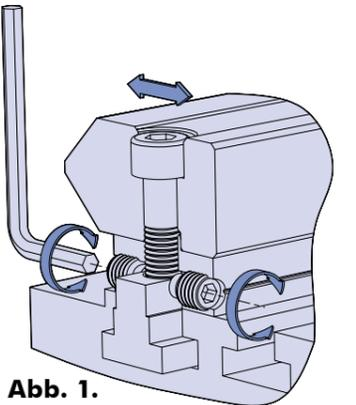

Abb. 1.
- Die Gesamtlänge (L) sollte nach den Längen der Führungs- oder Laufschiene gewählt werden, damit die Endbohrungen 'C' & 'D' übereinstimmen. Verstärkungsschienen sind einteilig bis zu 6026mm erhältlich, größere Längen werden durch mehrteilige, angepasste Stücke erhalten 45.
- Die Verstärkungsschienen HLN werden auf Wunsch mit Einstellschrauben (M8 Ansatz) und Gewindebohrungen nach ISO4028 geliefert. Bohrild 'B' bedeutet, dass die Positionen der Einstellschrauben denen der Befestigungsbohrungen entsprechen, wie in Verbindung mit den Konstruktionsprofilen (wie in Abb. 1) obligatorisch ist. Beim Bohrild 'A' befinden sich die Einstellschrauben mittig zwischen den Befestigungsbohrungen. Diese Option wird bei der Verwendung der Hepco Passstifte SDPA oder bei Ausrichtung an kundenseitig gefertigten Passnuten (wie in Abb. 2) empfohlen.